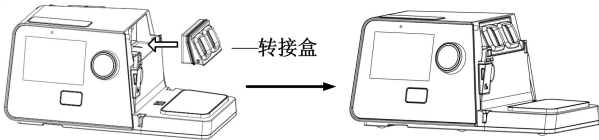

图 8-4
(3) 放回转接盒：转接盒晾干后，将其重新装回呼吸机上，如图 8-4 所示。